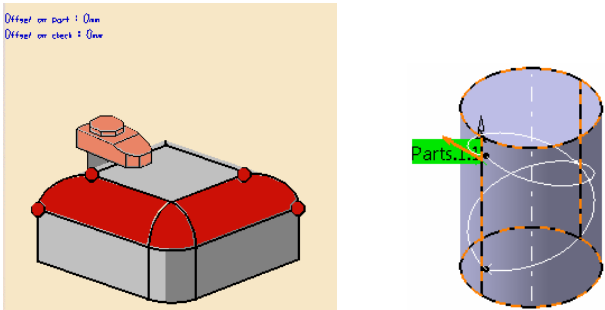

图 4-48 定义加工区域 (2)
- 定义加工区域 (2)。单击“Isoparametric Machining.1”对话框中的，切换到几何参数选项卡，单击对话框中的加工曲面感应区，选择圆柱面作为加工对象，如图 4-48 所示，在空白处双击鼠标左键返回。